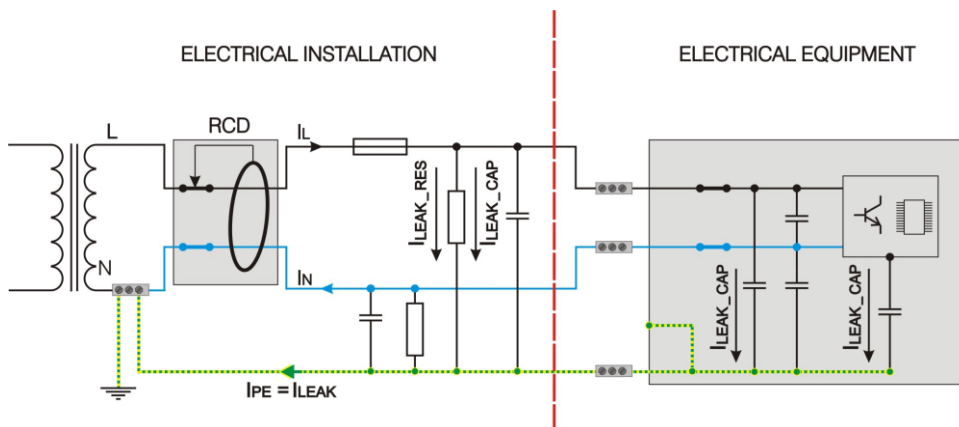

Abb. 1 Ableitströme in elektrischen Anlagen im normalen Betrieb
Ableitströme sind Ströme, die durch aktive Leiter eines Verteilungsnetzes oder einer elektrischen Einrichtung zur Erde und/oder zu Schutzleitern geleitet werden. Ableitströme fließen immer dann, wenn sich ein leitender Pfad (Widerstand und/oder Kapazität) zwischen aktiven und geerdeten Leitern/geschützten Teilen ergibt. Abb. 1 zeigt Ableitströme, die gewöhnlich in elektrischen Anlagen im normalen Betrieb fließen.
- Ableitströme, die durch Eingangsfilter in elektrischen Einrichtungen verursacht werden, die zwischen spannungsführenden Leitern und Erde angeschlossen sind (Filter, Kontrolleinrichtungen). Die Kondensatoren in Eingangsfiltern haben eine Kapazität von ca. 10 nF bis 100 nF (siehe Abb. 1).
- Ableitströme, die durch den Isolationswiderstand der Leiter und ihre Kapazität zur Erde verursacht werden. Lange Versorgungskabel haben einen niedrigeren Isolationswiderstand und höhere Kapazitäten. Die Kapazität zwischen einem Kabel und Erde beträgt typisch ungefähr 150 pF/m (siehe Abb. 1).